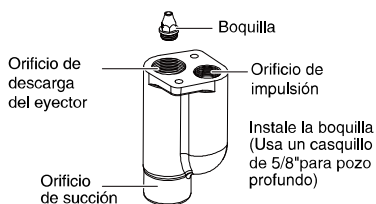

Figura 3
3. Use un casquillo de 5/8" para pozos profundos para sacar la boquilla e instalar la nueva en la parte superior (toma doble) del cuerpo del eyector (consulte la Figura 3). La boquilla se atornilla en el tercer juego de roscas visible dentro de la toma de descarga del eyector (la toma más grande) en el cuerpo del eyector.